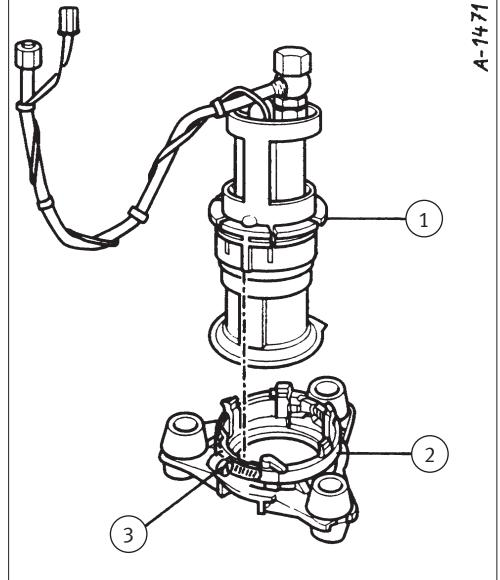

Abb. 6/Fig. 6/Puc. 6/图6
- Slide clamping sleeve (1, fig. 6) onto the premounted fuel pump.
- Carefully slide holder (2) from below over the filter and the fuel pump and press onto the clamping sleeve (1) until it locks into position.
- Tighten hose clamp (3).
- Faire glisser la douille de serrage (1, fig. 6) sur la pompe à carburant prémontée.
- Faire glisser le support (2) avec précaution d'enbas sur le filtre et la pompe à carburant et presser sur la douille de serrage (1) jusqu'à ce qu'il prenne l'encoche.
- Serrer le collier de serrage du tuyau (3).
- Надеть зажимную гильзу (1, рис. 6) на предварительно смонтированный топливный насос.
- Осторожно снизу надеть держатель (2) на сетку и топливный насос и прижать к зажимной гильзе (1) до фиксации.
- Затянуть шланговый хомут (3).